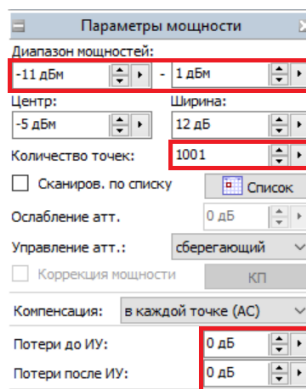

Рисунок 16. Задание мощности зондирования.
7. В панели управления «Параметры мощности» установить требуемый диапазон перестройки мощности зондирования (рис. 16). **Рекомендуется устанавливать количество точек не менее 1001.** Увеличение количества точек уменьшает шаг изменения мощности и увеличивает время измерений.